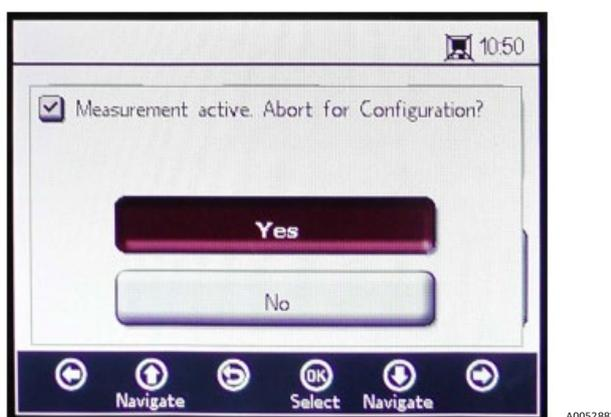

Figura 17. Finestra del messaggio- Arresto delle misure durante la configurazione
1. Selezionare Meas. Settings nel MENU PRINCIPALE. Si apre una finestra con un messaggio che richiede conferma per interrompere la misura in corso. Vedere Figura 17.